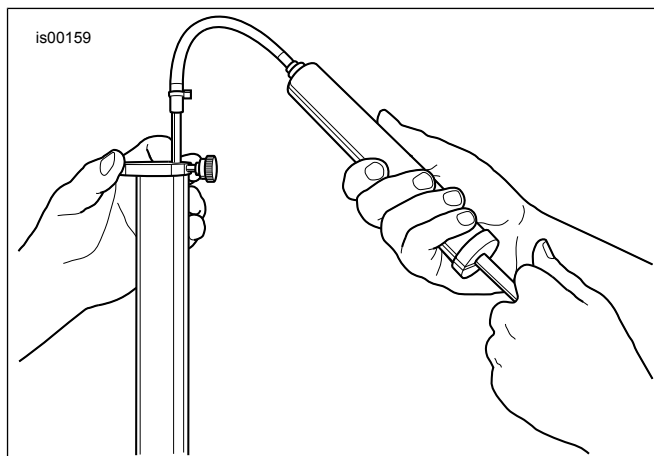

Figura 8. Quite el exceso de aceite de la horquilla (HD-59000B)
- a. Vea la Figura 8. Obtenga el indicador de nivel de aceite de la horquilla delantera (HD-59000B).